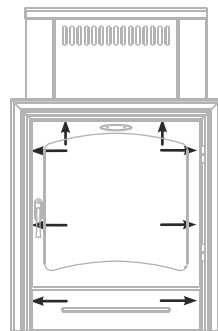

Рисунок 3. Винты для демонтажа дверки при монтаже печи «Калина».
1) открутить саморезы 8 шт., которыми прикрепляется дверца с рамкой к топливному каналу и снять ее; (см. рисунок 3)